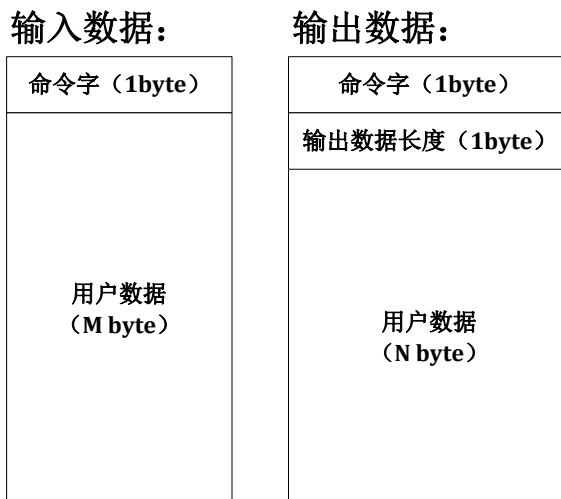

图 1-2 PM125 通信协议格式定义
格式。从PLC端的角度来看，其格式如下图1-2所示：
(3) 在完成硬件组态之后，还需要按照前述图 1-2 所描述的通信格式定义，将命令字赋值给输出数据区第一个字节，将输出数据字节长度赋值给输出数据区的第二个字节。具体通信程序示例如图 1-5 所示。
Communication Configuration”配置界面，如图1-2所示。